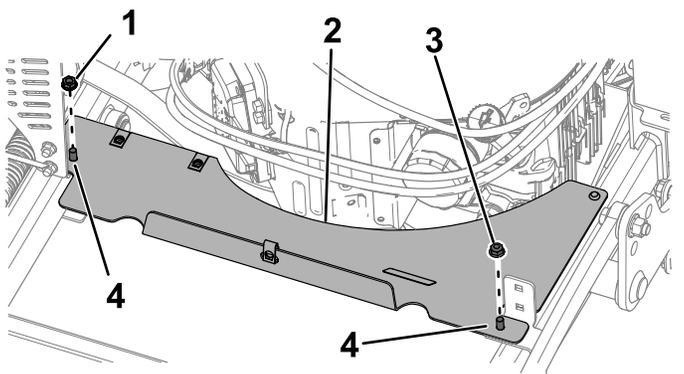

Рисунок 32
4. Удалите шестигранную гайку (5/16 дюйма) и гайку (5/16 дюйма), которые крепят накладку защиты к каретным болтам (Рисунок 32). Снимите накладку защиты.
1. Установите накладку защиты, как показано на Рисунок 32. Затяните гайки с моментом от 20 до 25 Н·м.